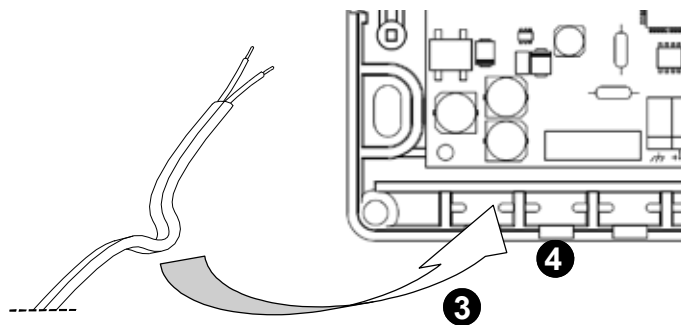

Рис. 3: Инструкция по прокладке провода
• Закройте устройство. Кабели должны быть согнуты, как показано на рис. 3, и пропущены через кабельные зажимы ❸.
Если используется кабельный ввод и соответствующий кабельный зажим, пластиковый зуб ❹ на рис. 3 должен быть удален с помощью подходящих плоскогубцев, чтобы открыть кабельный канал.